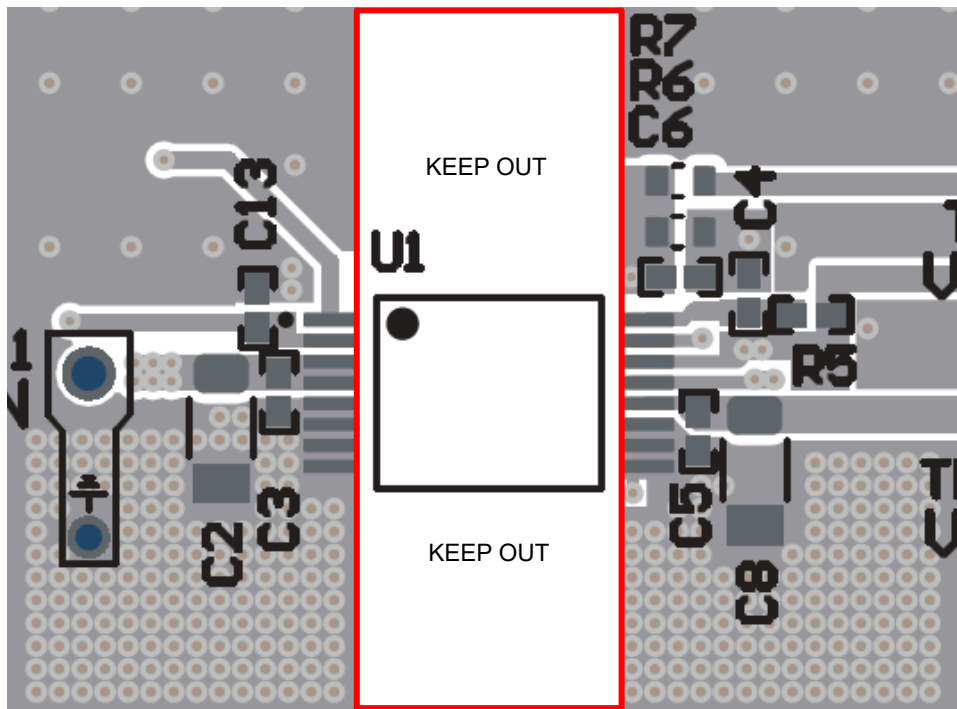

図 8-8. 絶縁禁止領域
6. 沿面距離: データシートに規定されている沿面距離、空間距離、電圧絶縁定格を完全に維持するため、UCC34141-Q1 の直下に信号パターンを配線したり、部品を配置したりしないようにします。定義された絶縁バリア全体で、空間距離を赤色でハイライトしたままにします。基本絶縁でのキープアウトの空間距離は、強化絶縁要件 (8.2mm) より 50% 短くできます。8.2Mm を使用すると、追加のマーヅンが得られます。図 8-8 にレイアウトの例を示します。